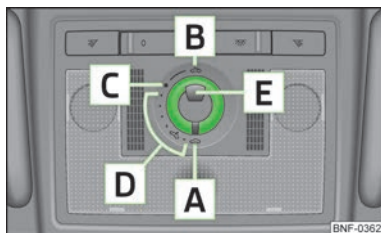

Fig. 20
El techo corredizo/elevable panorámico eléctrico (a continuación sólo denominado techo corredizo/elevable) se puede activar con el conmutador giratorio sólo estando el encendido conectado » fig. 20 de la página 28. El conmutador giratorio tiene varias posiciones.
- Si se desembornó y se volvió a embornar la batería del vehículo, puede ocurrir que el techo corredizo/elevable quede fuera de servicio. Poner entonces el conmutador giratorio en la posición **A** » fig. 20 de la página 28, tirar de éste y sujetar en el rebaje hacia abajo y hacia adelante. A los 10 segundos el techo corredizo/elevable se abre y se cierra de nuevo. Sólo después se debe soltar de nuevo el conmutador giratorio.
- Girar el conmutador a la posición **C** » fig. 20.
- Girar el interruptor a una posición en la zona **D** » fig. 20.
- Girar el conmutador a la posición **B** » fig. 20 y mantenerlo en esa posición (posición con resorte).
- Girar el conmutador a la posición **A** » fig. 20.